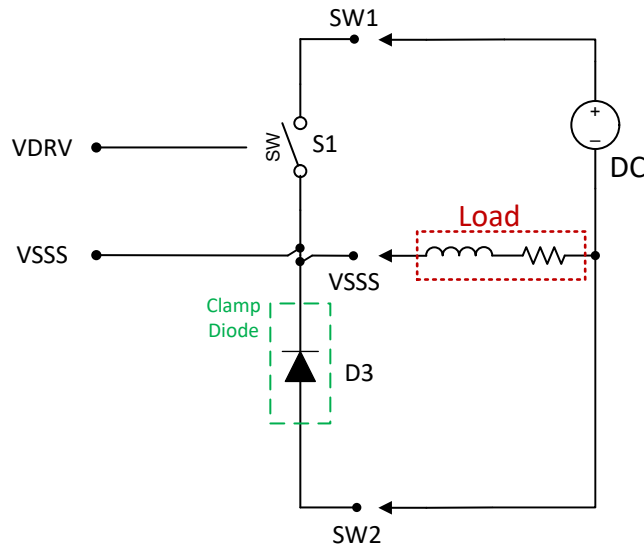

图 4-5. RL 负载
- a. 图 4-5 显示了高电感负载的可能负载配置。使用 Q1 (MOSFET) 或 D2 (SCR) 作为 S1 (开关元件) 可实现该设置。该设置为添加 D3 提供了空间，当 S1 关断电感负载时，D3 可以作为钳位二极管来提供对地连接。